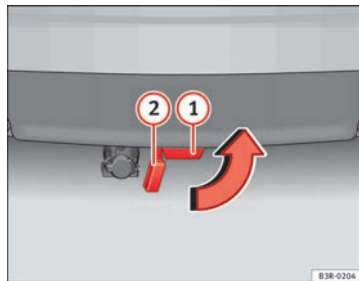

Fig. 171 Parachoques trasero: colocar el tapón
- Extraiga la rótula del tubo de enclavamiento tirando de ella hacia abajo **(1)** $\Rightarrow$ fig. 171. Al hacerlo, la chapaleta de cierre que hay en el tubo de enclavamiento **(2)** lo cerrará automáticamente.